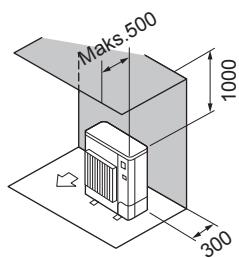

Fig. 2-8
② Yalnızca arkadaki ve üstteki engeller (Fig. 2-8)